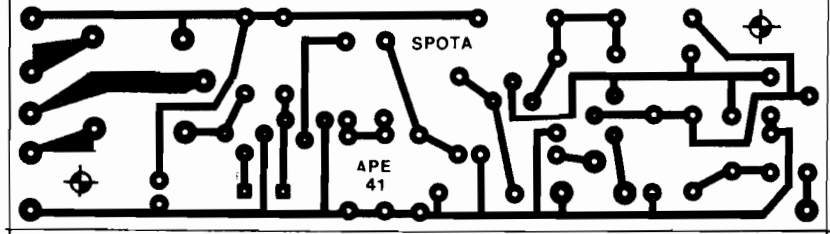

Fig.2
- FIG. 2 - LAY OUT DO CIRCUITO IMPRESSO - Apesar de pouco crítica (em termos de sensibilidade e ajustes...) uma montagem que envolva circuitos osciladores não se presta à implementação em outro sistema que não o de Circuito Impresso (quem quiser tentar a realização sobre ponte de terminais, pode, mas nada garantimos...). Além disso, o próprio lay out deve ter sido cuidadosamente elaborado e testado
(como o foi, o do SPOTA...), visando prevenir instabilidades, sensibilidades e interferências externamente geradas, etc. A fig. 2 mostra o diagrama de ilhas e pistas cobreadas da placa, numa configuração bastante compacta, na forma final de uma "tira" de fácil instalação em caixas padronizadas ou outros "ambientes" ou **containers** que se mostrem práticos para a utilização... O fundamental é copiar com cuidado o padrão (que na figura está em escala 1:1, tamanho natural, portanto...), usando tinta ou decalques ácido-resistentes... Depois deve ser executada a corrosão, furação e limpeza, seguidas da furação, tudo "nos conformes" das boas normas de confecção (em APE já foram abordados os aspectos práticos da confecção de Impressos - consultem os exemplares da Coleção...).
- O **trim-pot**, pelo calibre dos seus terminais, talvez também exija um certo "alargamento" nos respectivos furos da placa, para confortável inserção... Observem que as próprias "ilhas" da face cobreada (fig. 2), destinadas ao relê e ao **trim-pot**, são um pouco mais "taludadas", de modo a permitir um eventual e necessário "alargamento" dos furos centrais, de maneira a compatibilizar com as dimensões dos terminais dos citados componentes...